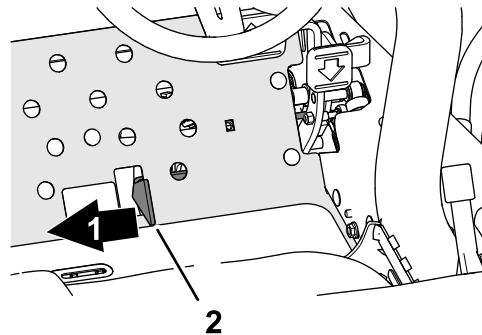

Figura 39
- Spostate la slitta di tosatura/trasporto verso destra, in posizione di TOSATURA (Figura 39).